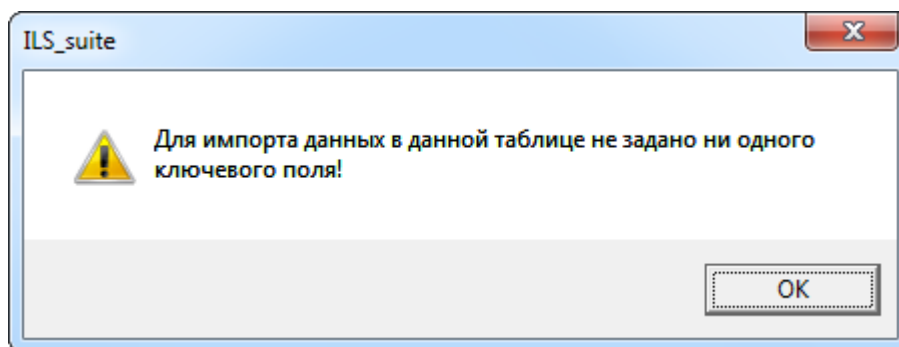

Рис. 26-93 – Сообщение о невозможности выполнить импорт данных
8) Если в окне импорта данных не указано соответствие для ключевых полей, импорт не выполняется и выводится сообщение об ошибке (рис. 26-93). В этом случае нужно повторить импорт, указав правильное соответствие для ключевого поля.